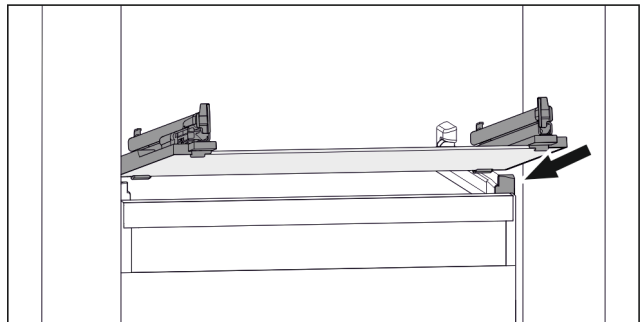

Fig. 119 Beispielhafte Darstellung der Glasplatte
- ▶ Glasplatte schräg hinter den Stopperrahmen aufsetzen. (siehe Fig. 119)